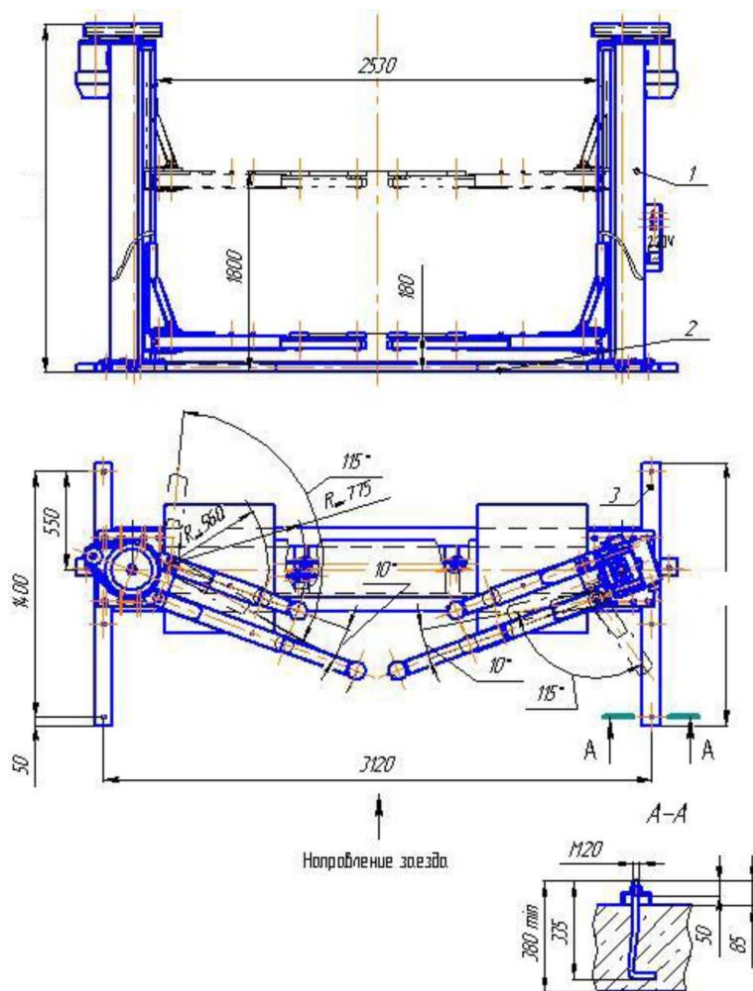

Рис. 1. 7
Подъемник (см. рис. 1) состоит из двух стоек (1), рамы (2), двух опор (3) и двух подъемных кареток (4). У каждой каретки два рычага, на концах которых резиновые подставки (регулируемые по высоте). Каретки перемещаются на катках внутри стоек при помощи несущих винтов.
- установить опоры на фундаментные болты (сеч. А-А) Рис. 1;